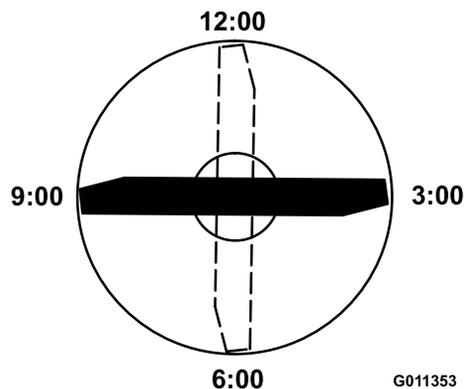

図 69
4. ブレードの印の付いているほうの端部を12時の位置車両進行方向に向け 図 69、作業台の表面からブレードの切っ先までの高さを測定する。
5. 印の付いている端部を3時の位置と9時の位置に向けて **図 69**それぞれ高さを測定する。